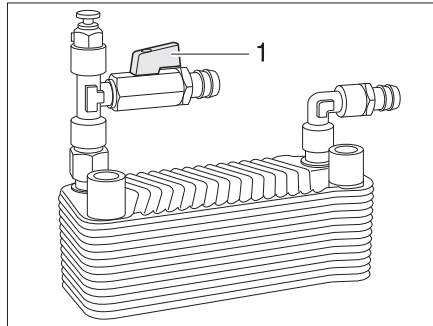

Fig. 248 Echangeur de chaleur Alde
*Mise en service :* ■ Placer la poignée (Fig. 248,1) du robinet d'arrêt parallèlement à la conduite.
*Mise hors service :* ■ Placer la poignée (Fig. 248,1) du robinet d'arrêt transversalement à la conduite.